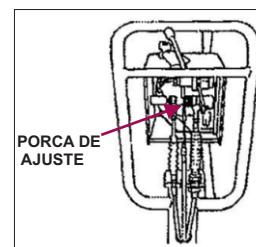

FIGURA 8
7.1 Ajuste a força de operação da Alavanca de Direção entre 2 ou 3 Kgf apertando a Porca de Ajuste. (Figura 8 & 9)